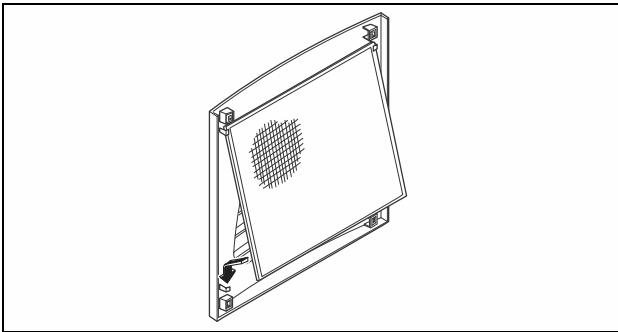

Imagen 30: Montaje de la estera filtrante
- Introduzca la estera filtrante, según se muestra en la imagen 30, en la rejilla y vuelva a insertarla en la caja.